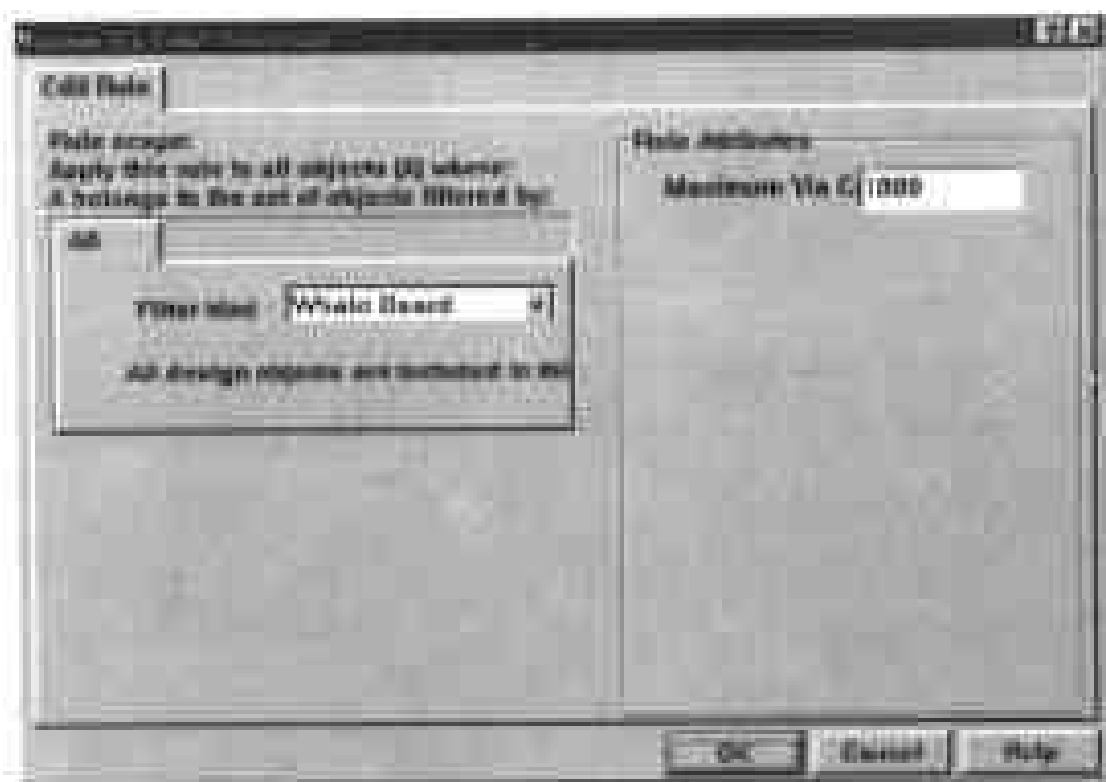

图 9-36 设置过孔最多数目的对话框
(1) 选择 Design > Rules,在弹出的 Design Rules 对话框中单击 High Speed 标签,然后在对话框的 Rule Classes 列表框中单击 Maximum Via Count Constraint。
(2) 此时对话框下部的方框中只包含 Scope 和 Limit 两个栏目,由于 Protel 99 没有提供这方面的预置规则,因此方框中是一片空白。单击对话框下部的 Add 命令按钮,弹出如图 9-36 所示的对话框,供用户设置新的规则。
(3) 在对话框左边单击 Filter kind 下拉列表框,在弹出的下拉列表中包含 Whole Board,Region,From-To Class,From-To,Net Class 和 Net 6 个选项,供用户设置此规则的适用范围,此选项的设置将反映在 Design Rules 对话框下部方框的 Scope 栏中。
(4) 在对话框右边的 Maximum Via Count 选项的输入框中输入数值,设置电路板中允许的最大过孔数目,此选项的取值将反映在 Design Rules 对话框下部方框的 Limit 栏中。